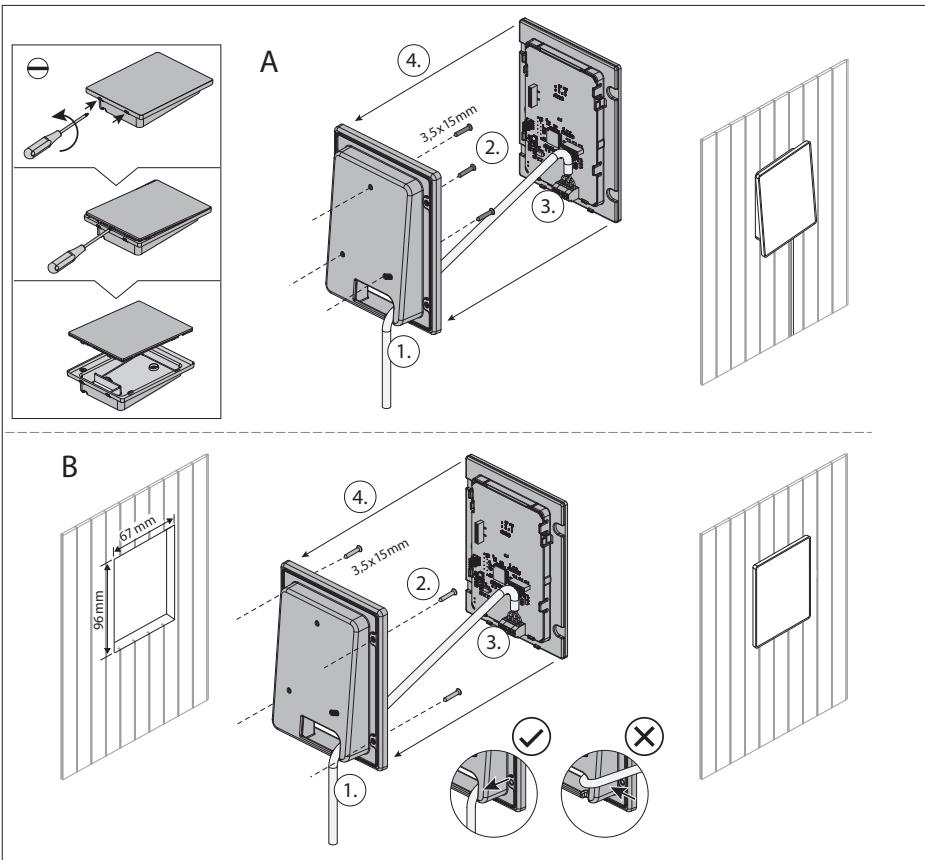

Bild 1: Montera ljusregleringen Xenio RGBW
Ljusregleringen Xenio RGBW kan monteras på väggen (A) eller integreras (B), se **bild 1**